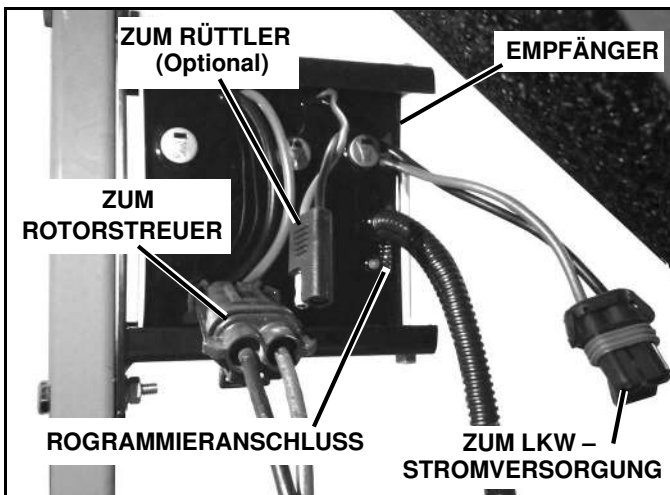

Abb. 1-4
3. Schieben Sie den Empfänger in den Träger, wobei der 6-polige Programmieranschluss vertikal am offenen Ende des Trägers angeordnet ist. Befestigen Sie den Empfänger mit einer Sechskantschraube 1/4" x 6" und einer Sicherungsmutter 1/4" (Siehe Abb. 1-4).